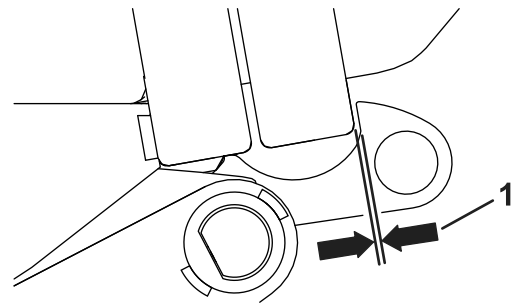

Figure 5
- Vérifiez l'écart entre le crochet et le couvercle de trémie fermé. Assurez-vous que l'écart mesure 2 mm (1/16 po); réglez-le au besoin (Figure 5).